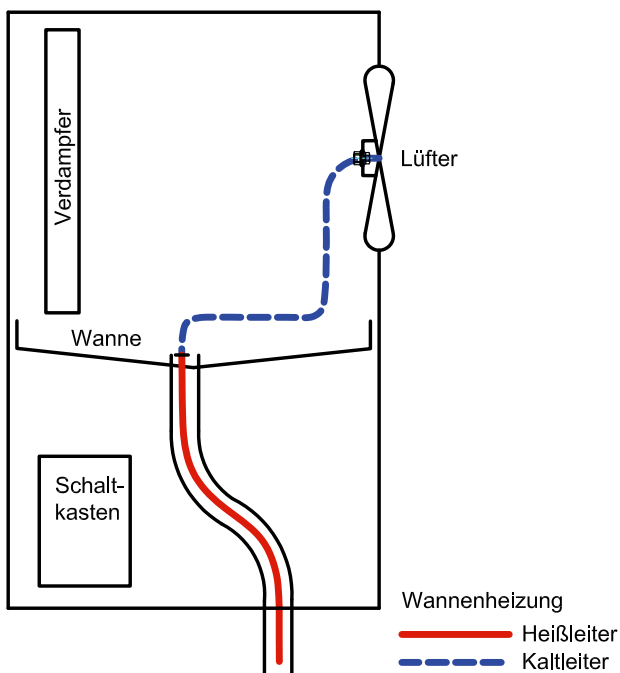

Abb. 1.1:
- 2) Verlegen Sie die mitgelieferte Kondensatablaufheizung (siehe Abb. 1.1 auf S. 1)